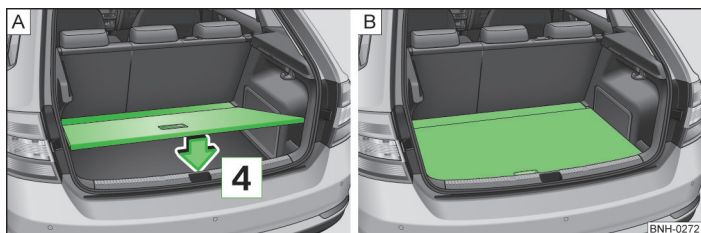

Fig. 69 Reglarea podelei variabile în poziția superioară / podea variabilă în poziție superioară
- Așezați podeaua variabilă în sensul săgeții **4** » fig. 69 - **A**.
Sub podeaua variabilă aflată în poziția cea mai de sus » fig. 69 - **B** se formează un spațiu pentru depozitare de obiecte.